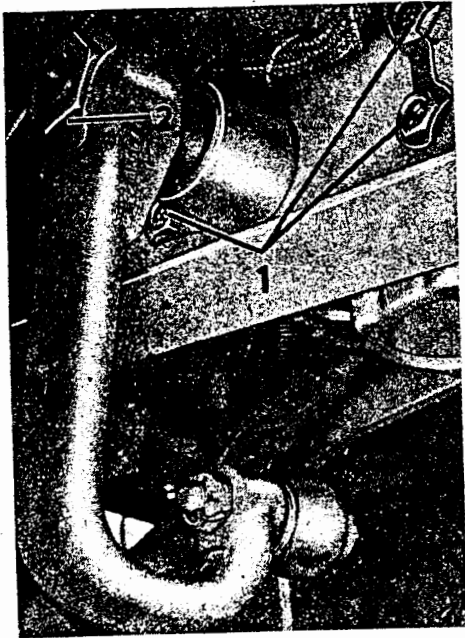

Bild L 2. Lenkhebel- und Getriebeanbau
3. Nach dem Anziehen der Sechskantschrauben sind die Sicherungsbleche an die Flächen der Schraubenköpfe anzulegen. Lage der Sicherungsbleche siehe Bild L 2/1.
chen. Die Montage des Lenkgetriebehebels hat so zu erfolgen, daß die Markierung auf der Lenkwelle mit dem Lenkgetriebehebel einen rechten Winkel bildet. Die Sechskantmutter M 24 × 1,5 TGL 0-936-80 ist mit einem Anzugsmoment von 200⁺⁵⁰ Nm (20⁺⁵ kpm) anzuziehen (Bild L 2/2).
- Befestigungsmutter des Lenkstockhebels (Bild L 2/2) 200⁺⁵⁰ Nm (20⁺⁵ kpm),
- Lenkgetriebebefestigung (Bild L 2/1) 40⁺²⁰ Nm (4⁺² kpm).